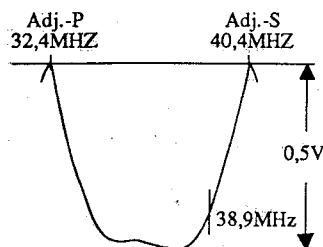

fig. 3
4. Ajustar T204 (S) y T206 (P) según muestra la fig. 3.